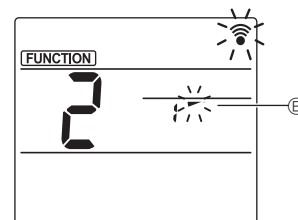

Fig. 3
③ De waaierhoek instellen (Fig. 3)